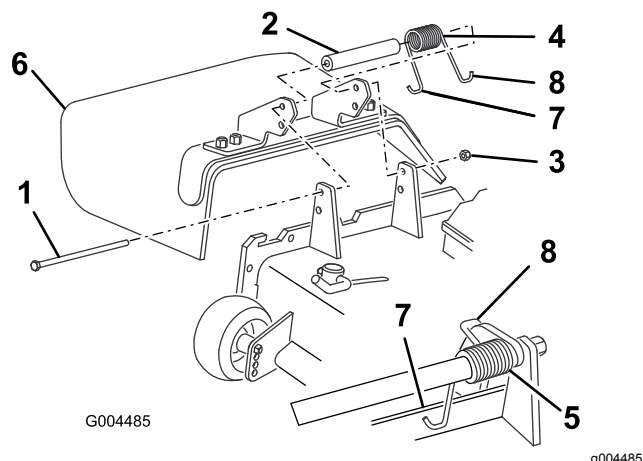

Bild 100
2. Entfernen Sie die Sicherungsmutter, Schraube, Feder und das Distanzstück, mit denen das Ablenkblech an den Drehhalterungen befestigt ist (Bild 100).
3. Legen Sie das Distanzstück und die Feder zwischen die Halterungen des Ersatzablenkbleches (Bild 100).
Hinweis: Stellen Sie sicher, dass sich das linke J-Hakenende der Feder hinter der Mähwerkkante befindet, bevor Sie die Schraube einsetzen, wie in Bild 100 abgebildet.
Hinweis: Führen Sie das J-förmige Hakenende der Feder um das Ablenkblech (Bild 100).